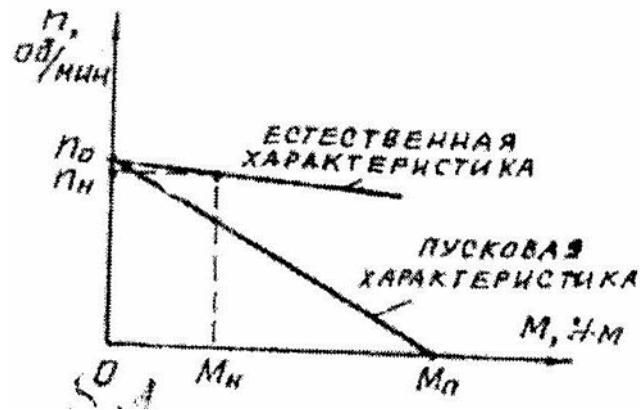

Рис.8.2. Механические характеристики двигателя параллельного возбуждения
1.7. По данным табл.8.1 построить механическую характеристику двигателя  $n=f(M)$  и рабочие характеристики (рис.8.2 и 8.3). При построении механической характеристики частоту вращения холостого хода следует рассчитывать по формуле